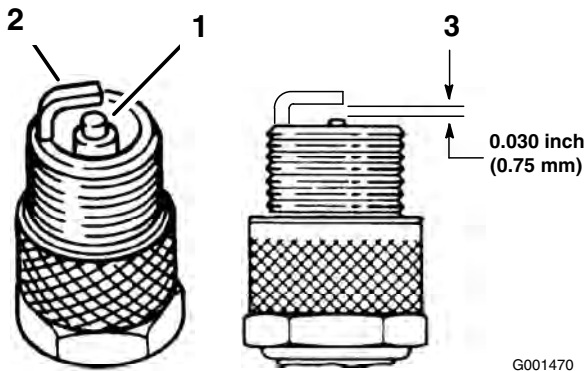

Figura 29
3. Compruebe la separación entre los electrodos central y lateral (Figura 29). Si la distancia no es correcta, doble el electrodo lateral (Figura 29).
3. Conecte los cables a las bujías (Figura 29).
1. Mire la parte central de las bujías (Figura 29). Si se observa un color gris o marrón claro en el aislante, el motor está funcionando correctamente. Si el aislante aparece de color negro, significa que el limpiador de aire está sucio.